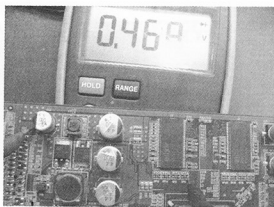

图 5-57 正常值 468
(4) 由此可以断定 C15 一定在这个颗粒的这一排。打值即可找出问题原因。正常为 468 如图 5-57 所示。